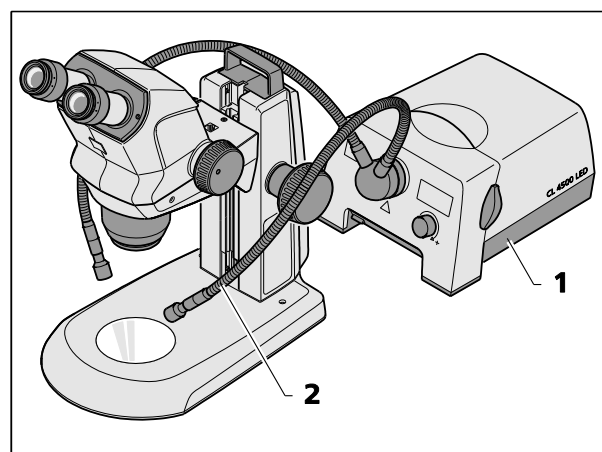

Fig. 10 Montaggio dell'illuminazione esterna a fibre ottiche
- Accendere l'illuminazione esterna a fibre ottiche (Fig. 10/1), regolare l'intensità di illuminazione e regolare l'illuminazione piegando i due colli d'oca (Fig. 10/2) in modo che il campione sia illuminato in modo ottimale.